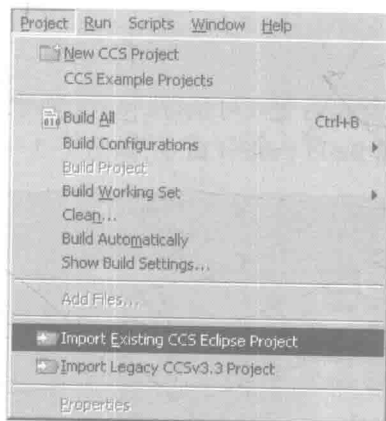

图 1-1-1 导入已有工程
① 启动 CCSv5.2 软件,等待初始化完成。
② 将 experiment 文件夹中的 evm816x 文件夹复制到 CCS 的 Workspace 目录下。该文件夹包含各个工程的源文件、头文件、库文件和初始化使用的 gel 文件。现使用 D:\DSPresearch 为当前 CCS 软件的 Workspace 目录。
③ 选择工具栏中的 Project→Import Existing CCS Eclipse Project 命令,如图 1-1-1 所示。